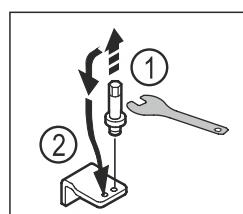

Fig. 14
- Отвийте болта на долната лагерна стойка с външен шесткантов ключ SW5. Fig. 14 (1)
- ▶ Поставете болта от другата страна. Fig. 14 (2)